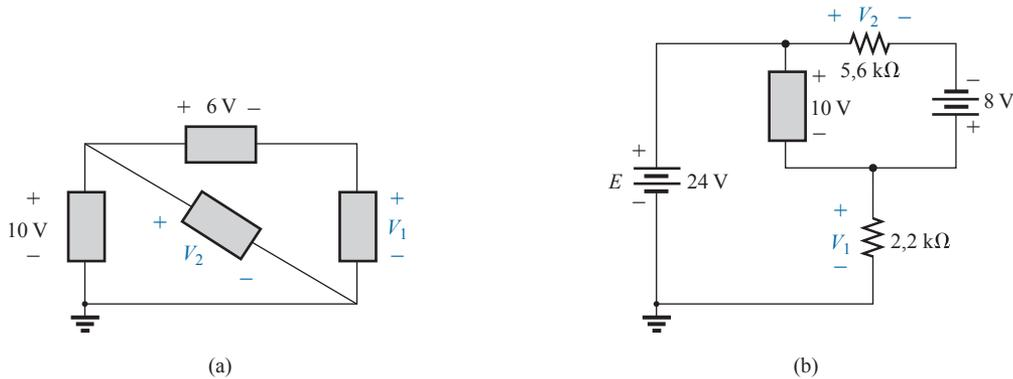

Figura 5.107 Problema 23.
- 23. Usando a lei de Kirchhoff para tensões, determine as tensões desconhecidas para os circuitos em série na Figura 5.107.